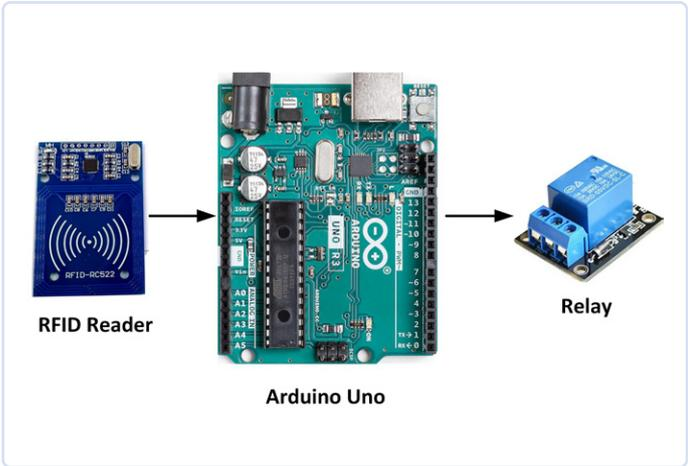

Figure 5. Schéma fonctionnel du projet de contrôle d'accès.
**Schéma de principe :** la **figure 5** présente le schéma de principe du projet. Là encore, des images de cartes réelles sont utilisées - plutôt que des illustrations - avec des blocs fonctionnels.